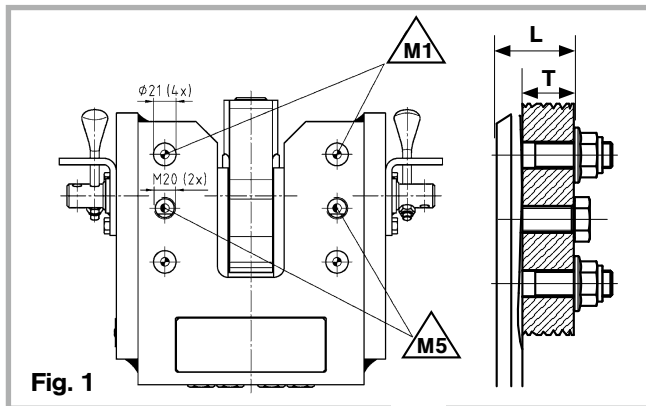

Fig. 1
- Il supporto di traino (Fig. 1) deve essere avvitato per articolo RO★908H61001 / RO★908H62001 con 4 viti flangiate M20 x 1,5 x 80 lg – 10,9* articolo RO★908H61501 / RO★908H62501 con 4 viti flangiate M20 x 1,5-110 lg – 10,9* 4 dadi flangiate di sicurezza M 20 x 1,5-10 (dado di sicurezza con fermo metallico) davanti alla traversa con una coppia **M1** di 600 Nm.**